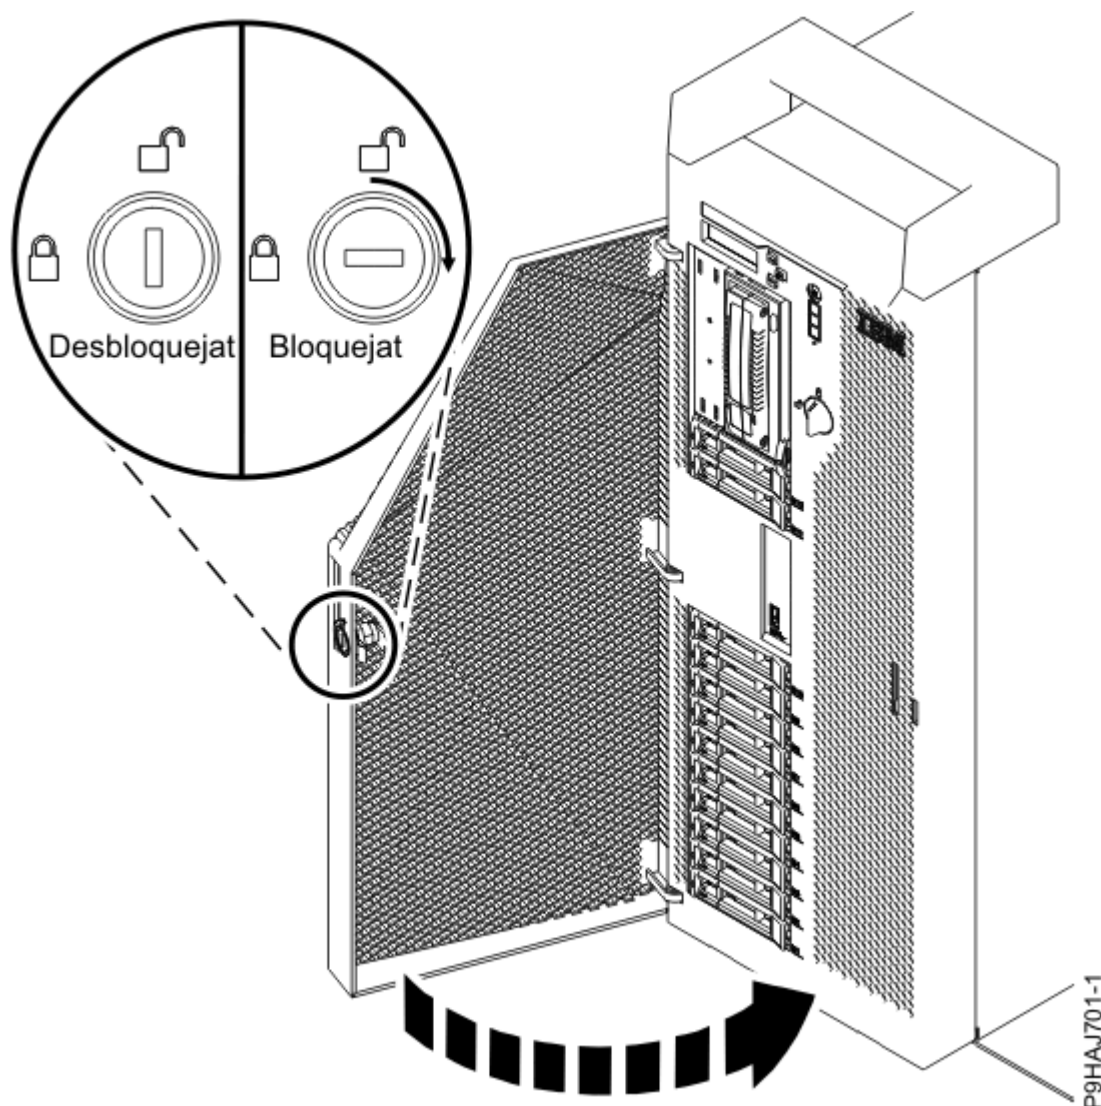

Figura 38. Tancament de la porta frontal
- e) Tanqueu la porta frontal. Inserir la clau de la porta frontal al pany, tal com es mostra a la Figura 38 a la pàgina 40. Feu girar la clau cap a la dreta (en el sentit de les agulles del rellotge) per tal de bloquejar la porta. La posició horitzontal és de bloqueig i la posició vertical és de desbloqueig.